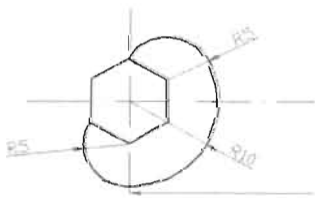

图 6-60
(7) 单击“修改”工具栏中的“修剪”按钮 , 剪掉多余的线段, 得到如图 6-60 所示的结果。